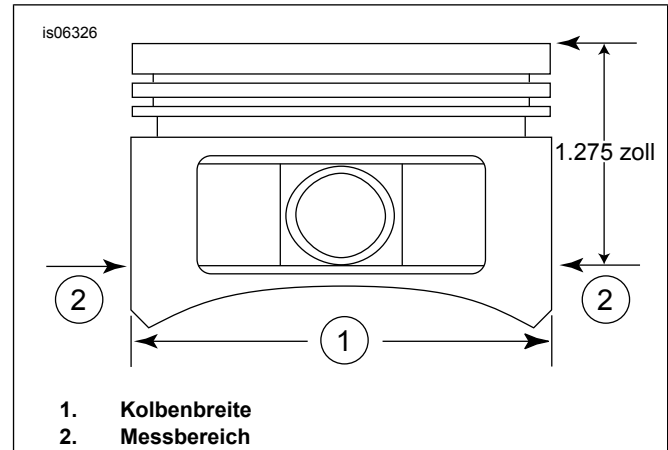

Abbildung 2. Kolbenmessungen
5. Siehe Abbildung 2. Die Pleuellagerbreite (1) 90 Grad horizontal von beiden Seiten des Pleuellagerbolzenlochs und 32,38 mm (1.275 in) unterhalb der Pleuellagerbodenfläche (2) messen. Für die Passung zwischen Pleuellager und Zylinder an dieser Stelle siehe Tabelle 11.